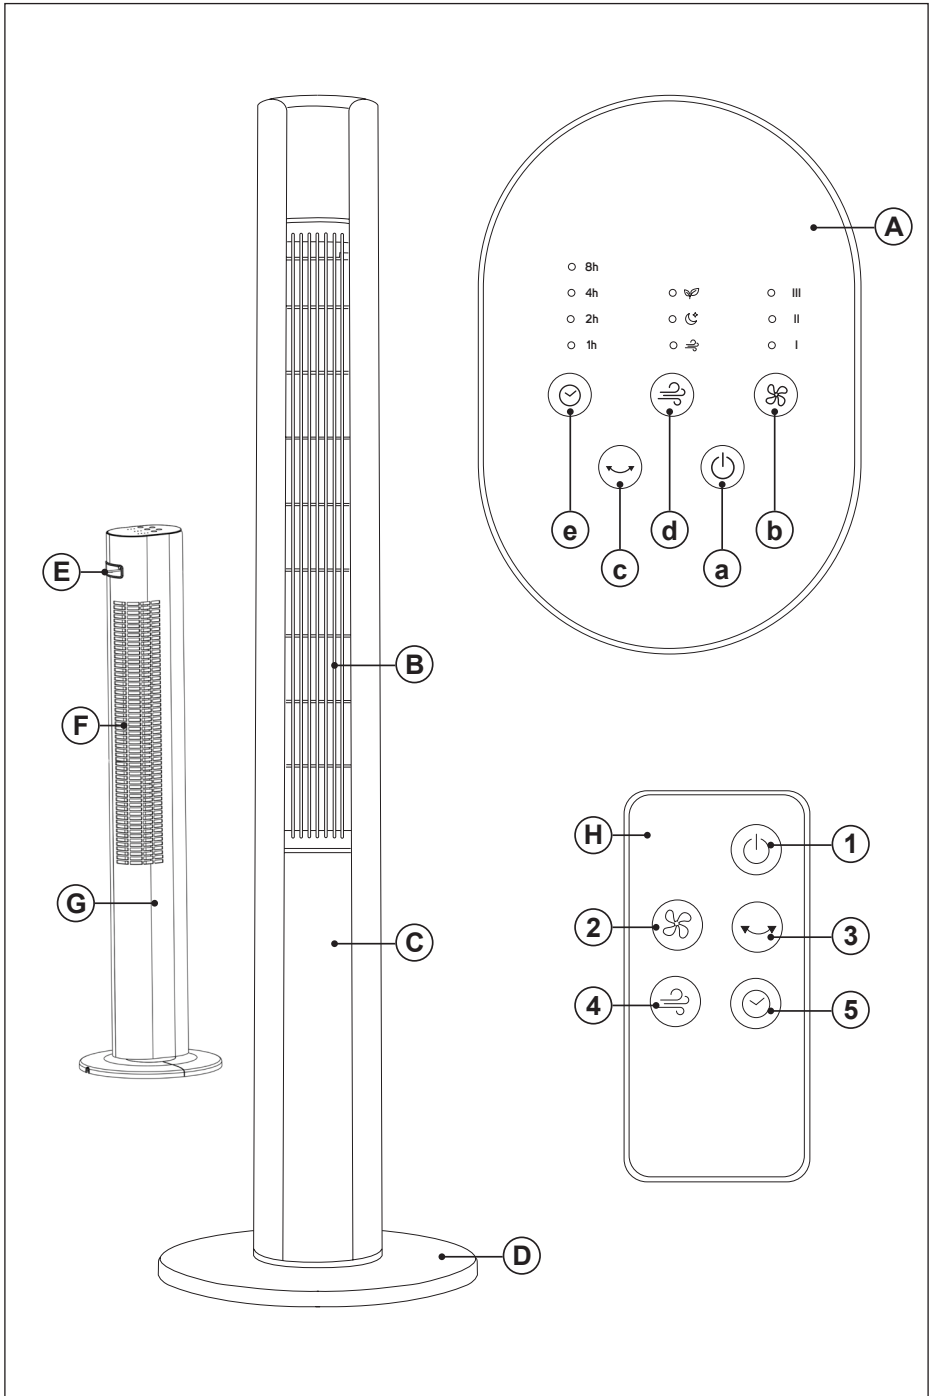

Fig.1
- Juntar las dos bases (Fig.1).